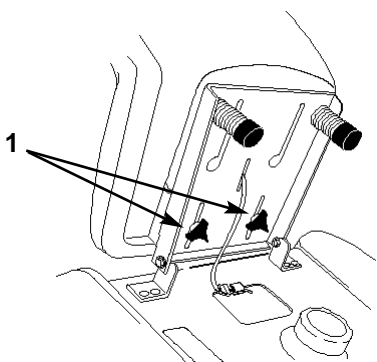

Bild 12
1. Den Sitz anheben und die Einstellräder lockern (Bild 12).